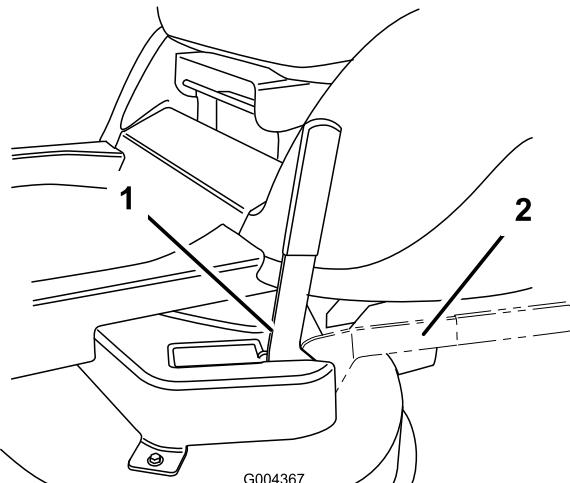

Figura 16
- Mueva la palanca Reciclar a demanda (Figura 16) a la posición deseada: